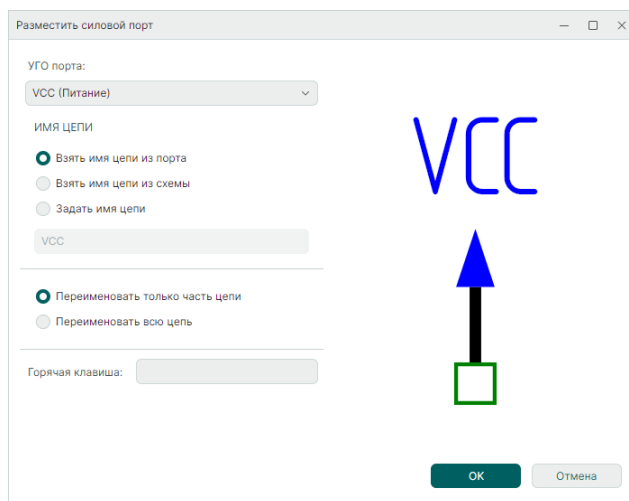

Рис. 138 Окно «Разместить силовой порт»
3. На экране отобразится окно «Разместить силовой порт», см. Рис. 138.